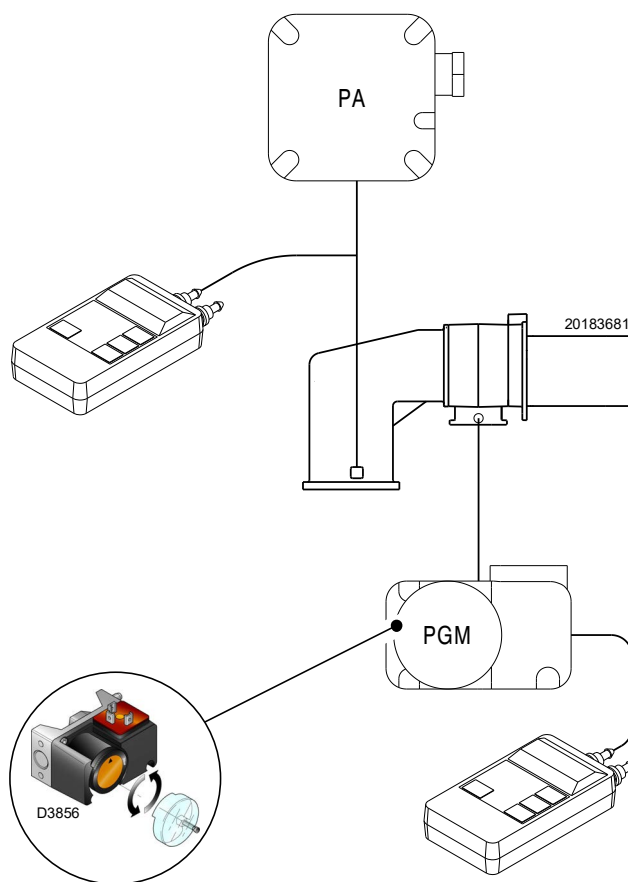

Fig. 28
- Regolare il pressostato gas di massima (Fig. 28, pag. 29) a fine scala.
- regolare il pressostato gas di massima (Fig. 28, pag. 29), posto sulla valvola a farfalla, a fine scala;
Eseguire la regolazione del pressostato gas di massima (Fig. 28) dopo aver effettuato tutte le altre regolazioni del bruciatore con il pressostato gas di massima regolato a fine scala.